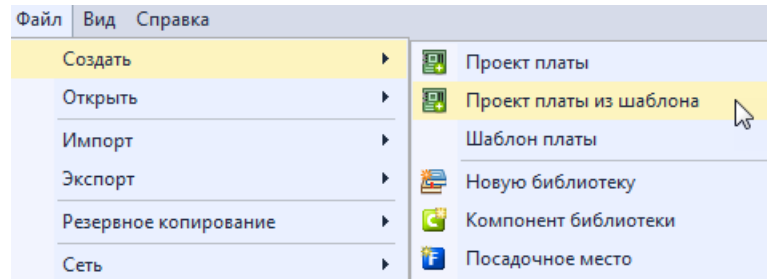

Рис. 21 Вызов создания проекта платы из шаблона
3. Выберите «Создать проект платы из шаблона», Рис. 21.